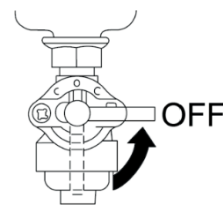

Fig. 14
### - Opreire normală (Fig. 14)
3. Rotiți maneta robinetului de combustibil în poziția "OFF" (oprit). (Fig. 14)